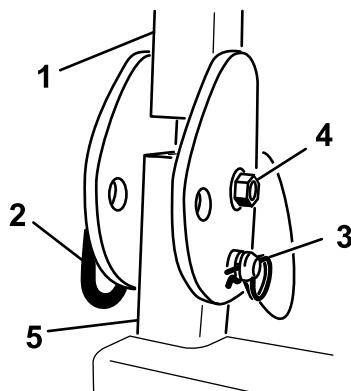

Figura 6
1. Remova os contrapinos e os dois pinos da barra de segurança (Figura 6).
2. Levante a barra de segurança na vertical, instale os dois pinos e fixe-os com os contrapinos (Figura 6).